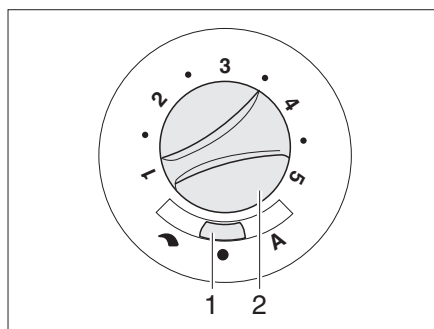

Fig. 105 Conmutador de mando para ventilador de circulación de aire (12 V)
- Ajustar el conmutador deslizante (Fig. 105,1) en "↷" (regulación manual) o "A" (modo automático).
- Cuando en el conmutador deslizante (Fig. 105,1) está ajustado "↷" (regulación manual): Ajustar la potencia deseada del ventilador de circulación de aire con el botón giratorio (Fig. 105,2).
- Ajustar el conmutador deslizante (Fig. 105,1) en "●" (Off). Con el funcionamiento de la calefacción esta posición del conmutador no tiene función.